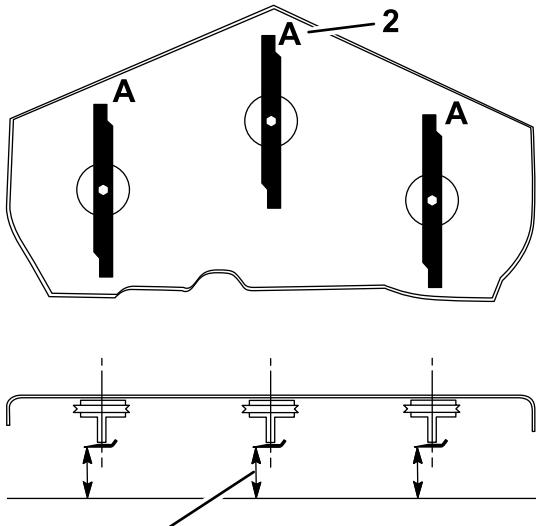

図 94
- ブレードが前後方向を指すように回転させる(図 94)。
注 A の位置で(図 94)、平らな床面からブレードの刃先までの高さを測る。測定値を記録する。